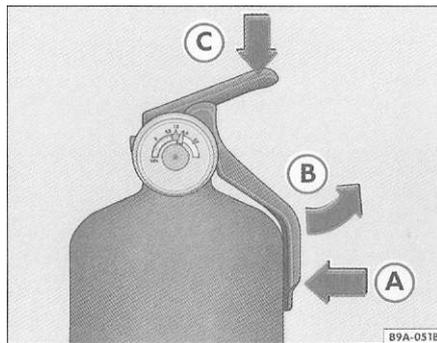

Fig. 27 Seqüência de utilização do extintor de incêndio
- Quebre o lacre de inviolabilidade => fig. 27 @.
- Levante a alavanca => fig. 27 © e aperte simultaneamente o gatilho => fig. 27 •